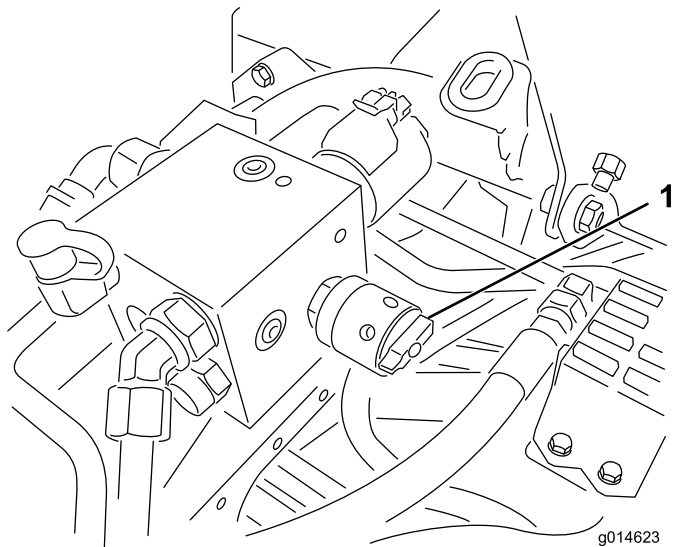

図 54
6. リール速度コントロールを 1 にセットする 図 54。
4. リールの速度を設定するには、リール速度コントロールのノブ 図 54を回して、ノブの矢印を、ステップ3で決めた数値に合わせる。